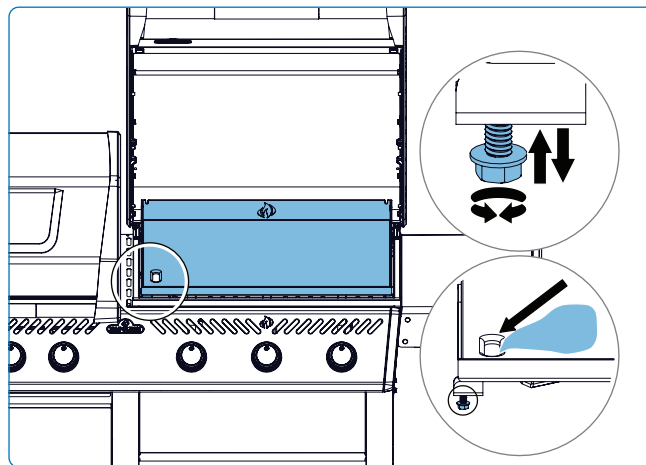

Fig. 19
1. Trouvez la vis d'ajustement à l'avant-gauche de l'appareil (**fig. 19**).